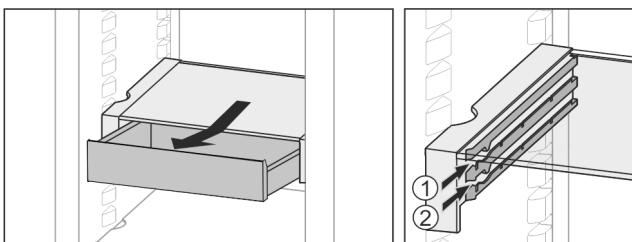

Fig. 20
- ▶ In beliebiger Höhe Fig. 20 (1) oder Fig. 20 (2) einschieben.